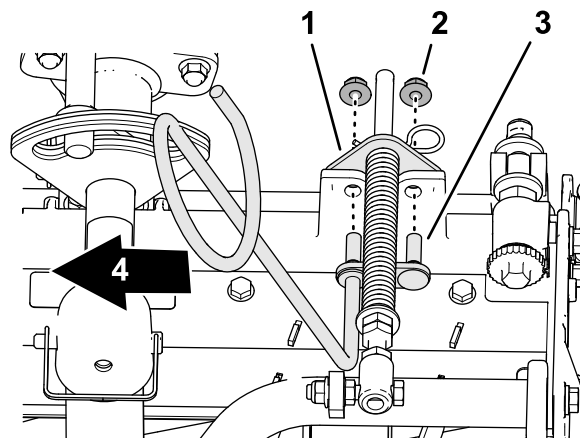

Figure 10
5. Placez les goujons du guide-flexible gauche en face des trous du cadre de l'unité de coupe et du support du compensateur (Figure 10).